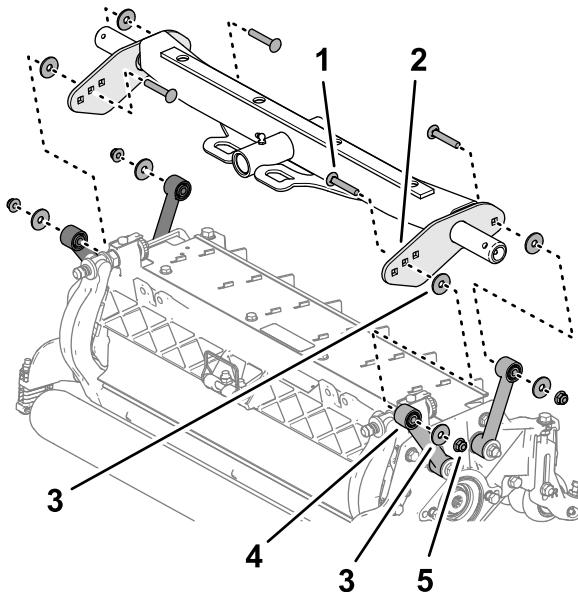

Figura 18
2. Alinee una arandela entre la placa de tiro y el tirante (Figura 18), y Monte provisionalmente las placas y el espaciador con un perno de cuello cuadrado (3/8" x 2 1/4"), una arandela y una contratuerca con arandela prensada (3/8").